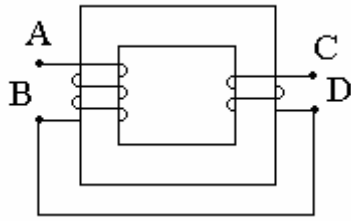

Рис. 71
49. Определить одноименные зажимы двух последовательно соединенных активно связанных катушек, надетых на общий сердечник (рис. 71).